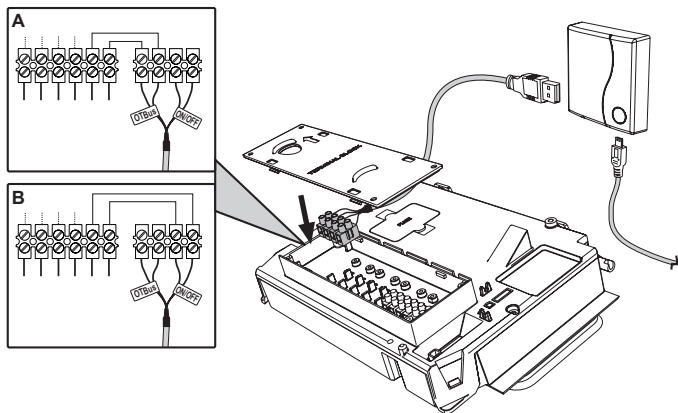

рис. 1
**Функция OpenTherm (А рис. 1):** подключите два вывода приемника с меткой **OTBus** к котлу, поддерживающему протокол OpenTherm. в этом случае доступна дополнительная информация о состоянии котла «5.7.1 Основные операции» на стр. 149.
**Функция On-Off (В рис. 1):** подключите два вывода приемника с меткой **ON/OFF** к котлу, не имеющему протокола связи OpenTherm.